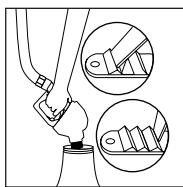

Figure 21
- Each nozzle should be tested for proper operation prior to being put into service. (See Figure 21)
Chaque lance devrait être testée pour opération adéquate avant d'être mise en service. (Voir Fig. 21)